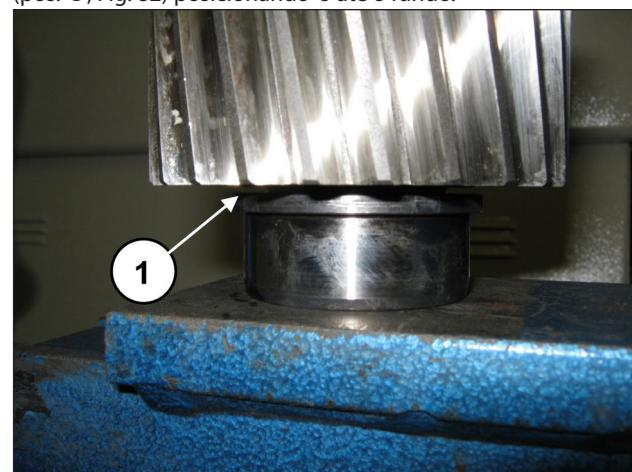

Fig. 82
Pré-monte no pinhão o anel interno do mancal 40x90x23 (pos. ①, Fig. 82) posicionando-o até o fundo.